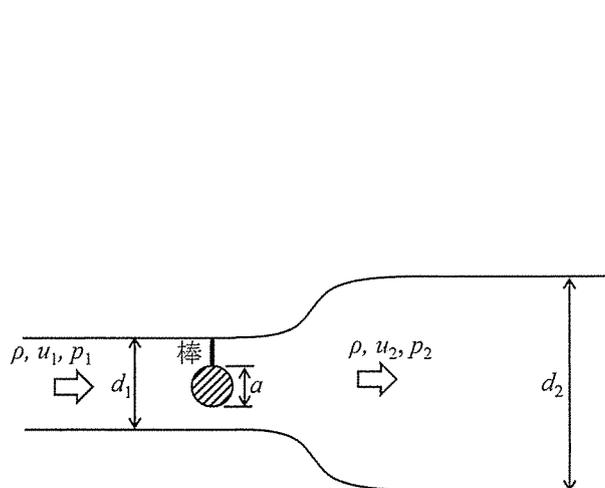

図 1.2
(2) 図1.2に示すように、(1)の円管のうち上流円管内に、十分細い棒を用いて直径 a の球を固定する。球に作用する抗力は D とする。上流円管内の球の上流では、流体の速度 u_1 と圧力 p_1 は管断面内において一様であり、単位時間あたりを通過する流体の運動量を M_1 とする。下流円管内においても、流体の速度 u_2 と圧力 p_2 は管断面内において一様になるものとし、単位時間あたりを通過する流体の運動量は M_2 とする。管壁面での摩擦による運動量の損失は無視できるものとする。以下の設問に答えよ。